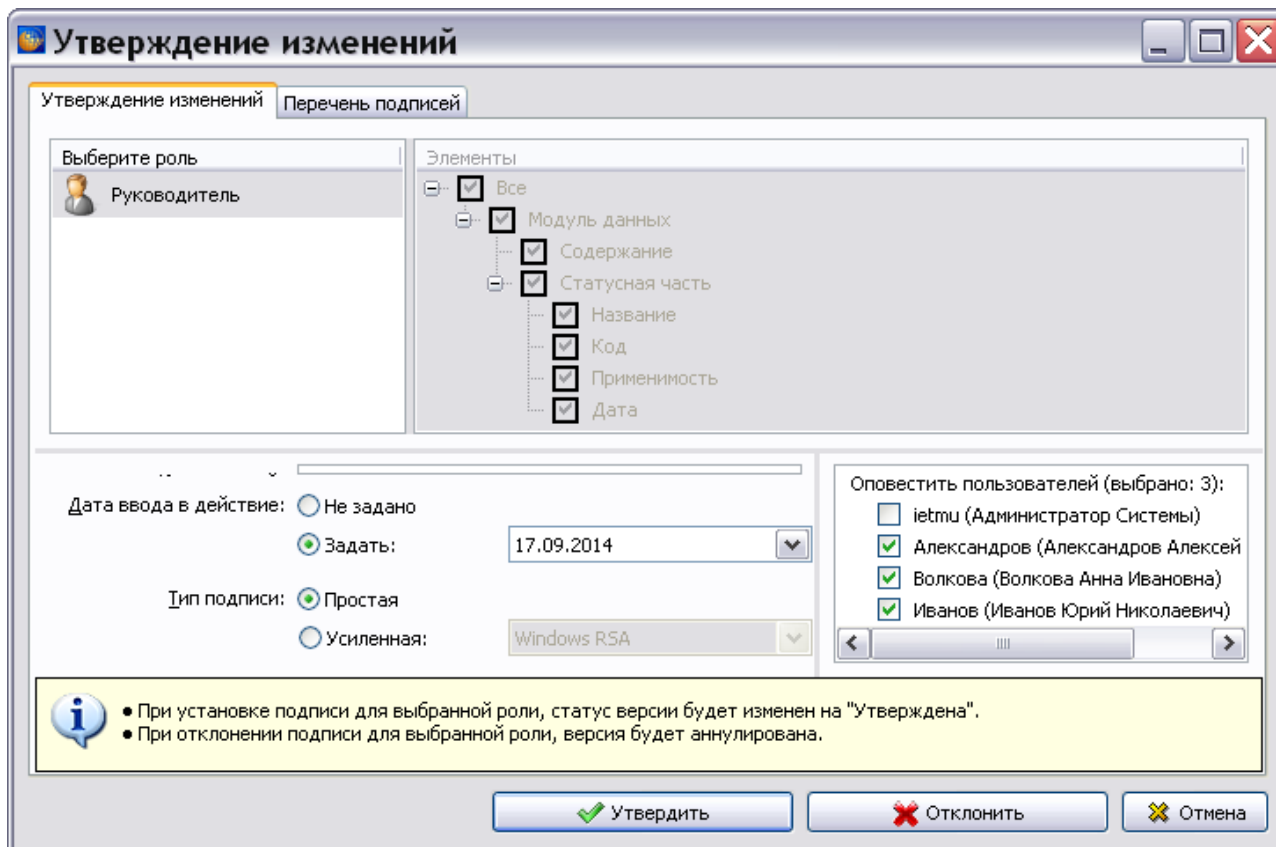

Рис. 21.208
2. В окне **Утверждение изменений** выберите пользователей, которых надо оповестить о создании электронной цифровой подписи (ЭЦП) (Рис. 21.208).